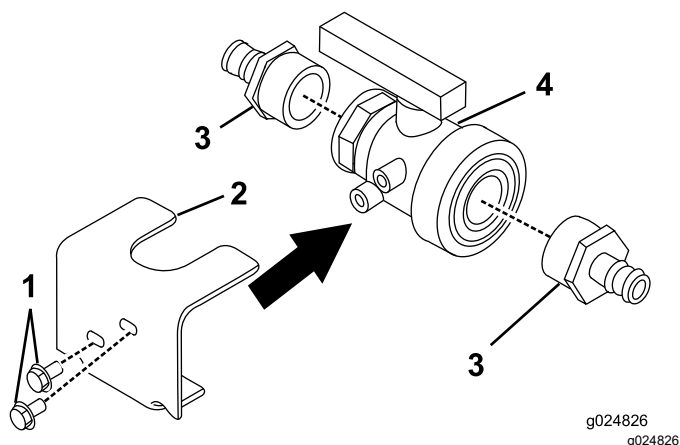

Figura 33
5. Montate la valvola a sfera sulla staffa della relativa valvola (Figura 33) con 2 bulloni (5/16 x 5/8 poll.).